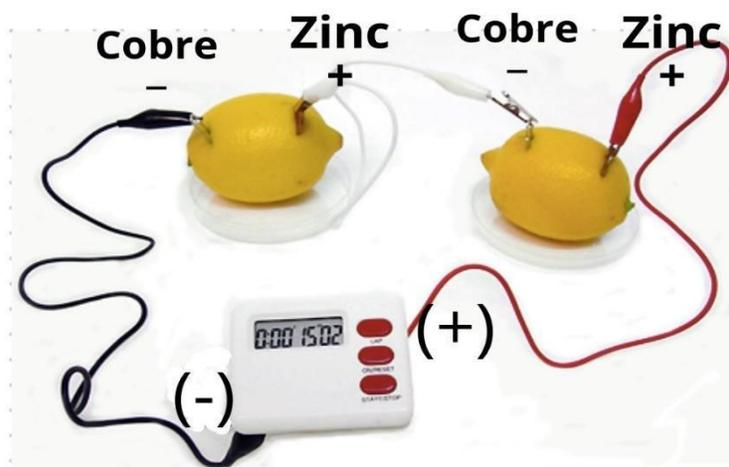

Figura 1
- 2.1 Unir dos limones en serie (ver figura 1), insertar un tornillo y una lámina de Cobre en cada uno.